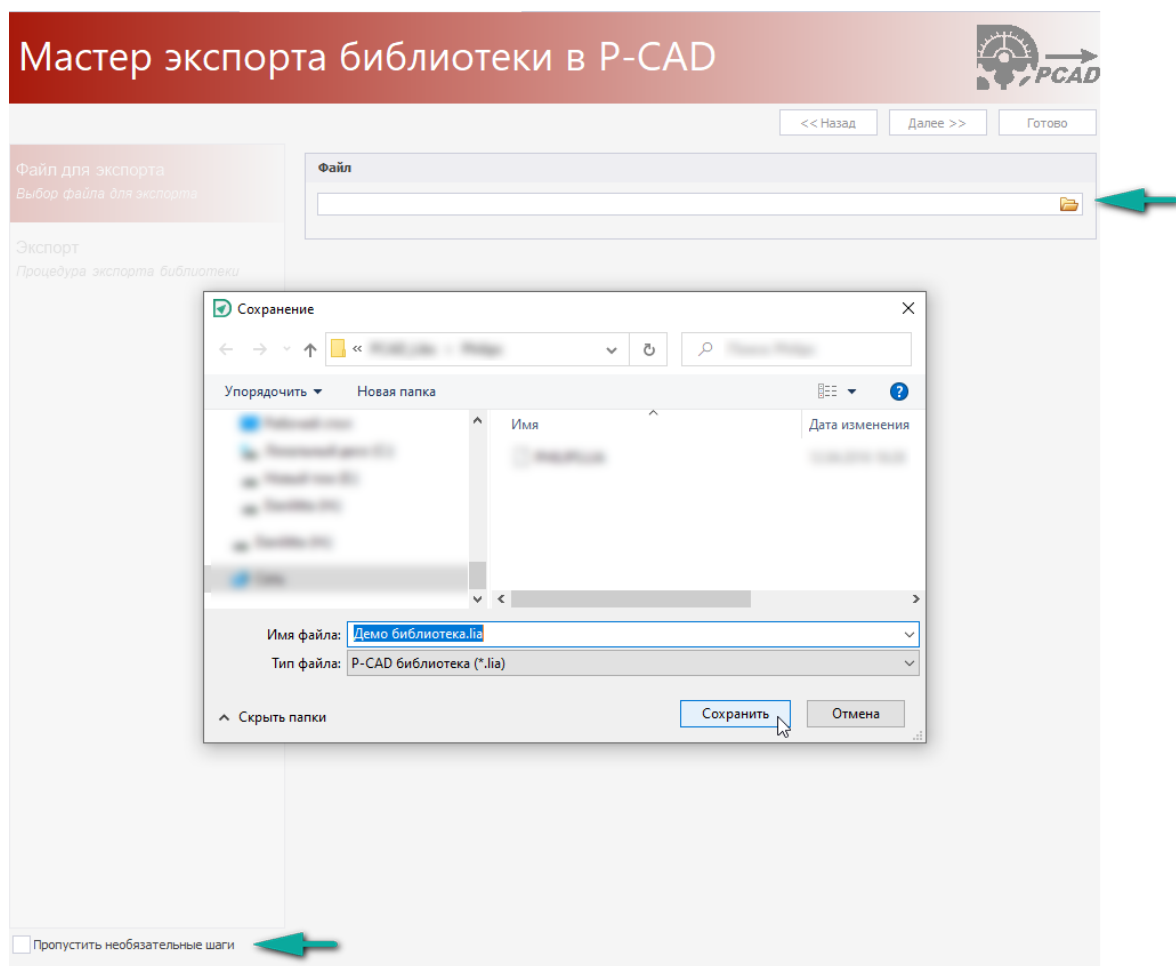

Рис. 18 Выбор директории для сохранения сгенерированного файла
2. На первом шаге мастера экспорта выберите директорию для сохранения сгенерированного файла, Рис. 18, нажмите «Сохранить» в окне проводника и перейдите на следующий шаг, выбрав «Далее».